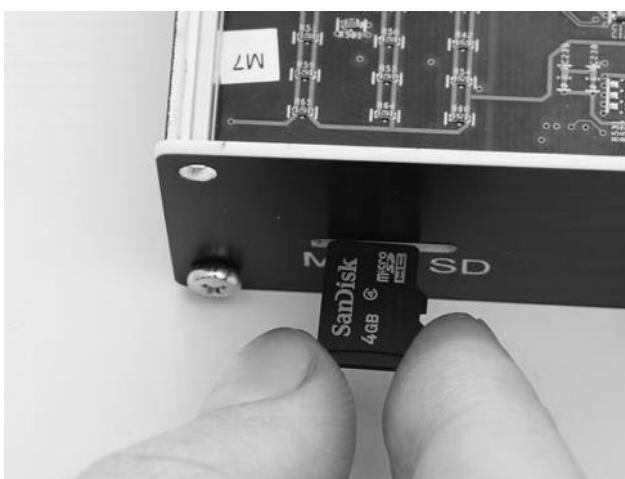

Рисунок 4.3. Установка Micro SD карты
8. Если планируется использовать функции автоматического проигрывания остановок и пр. функции требующие подключения дополнительного устройства хранения данных, вставьте Micro SD карту необходимого объема в соответствующий слот терминала до защелкивания как это показано на рисунке ниже (см. рисунок 4.3).
9. Установите аккумуляторную батарею на штатное место и подключите к разъему (рисунок 4.3).